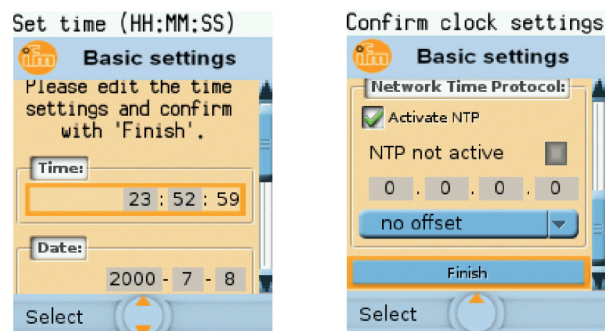

Abb. 86: Systemzeit einstellen - Option 1 und 2
- $[Uhrzeit]$ und $[Datum]$ zeigen die aktuelle Systemzeit, siehe Abb. 86
- In Liste die Zeitzone des NTP-Servers wählen (UTC-Format), siehe Abb. 86